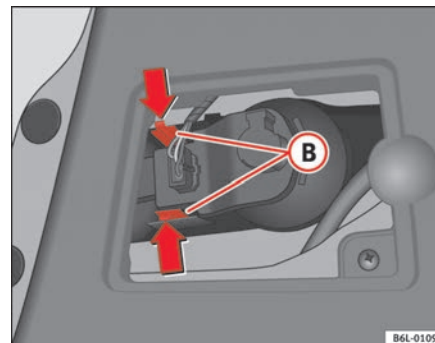

Fig. 154 Luz trasera en el capó
- Presione las lengüetas (B) ⇒ página 235, fig. 154 del portalámparas y extraiga este último.